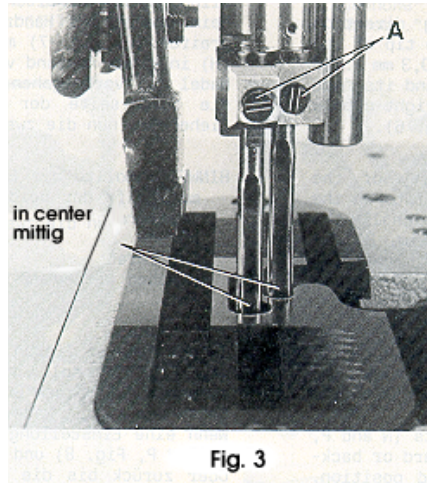
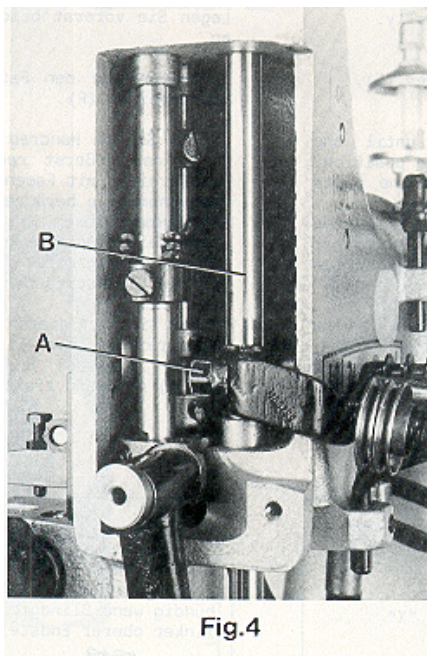

Fig. 3
Fig. 4
Before adjusting the machine insert a new set of needles with the shank as far as possible into the needle holder. The long groove of the needles must point to the front (towards the operator). Tighten the set screws (A, Fig. 3) on the tapered fastening flats of the needle shanks.
Remove the face cover and the finger guard left on the machine head as well as the upper feed dog and the presser foot. Rotate handwheel in operating direction and check if the needles center in the associated needle holes of the throat plate (see Fig. 3). If not loosen clamp screw (A, Fig. 4) in the needle bar connection and turn the needle bar (B) accordingly. Retighten screw (A.).
If an adjustment is necessary loosen clamp screw (A, Fig. 4) in the needle bar connection and move the needle bar (B) up or down, as required. Care should be taken not to disturb the alignment of the needle bar when making this adjustment. Retighten clamp screw.
Setzen Sie vor dem Einstellen der Maschine einen Satz neuer Nadeln so ein, daß der Nadelkolben oben im Nadelhalter anstößt und die lange Rinne der Nadeln nach vorne (zur Bedienungsperson) zeigt. Ziehen Sie die Gewindestifte (A, Fig. 3) auf der konischen Befestigungsfläche am Nadelkolben fest.
Entfernen Sie den Abschlußdeckel und den Fingerschutz links am Maschinenkopf, sowie den Obertransporteur und den Drückerfuß. Drehen Sie das Handrad in Nährichtung und prüfen Sie, ob die Nadeln mittig in die zugehörigen Stichlöcher der Stichplatte einstecken (siehe Fig. 3). Wenn nicht, lösen Sie die Klemmschraube (A, Fig. 4) im Nadelstangenmitnehmer und drehen die Nadelstange (B) entsprechend. Ziehen Sie die Schraube (A) wieder an. **HINWEIS:** Zum Ausrichten der Nadelstange kann anstelle der Stichplatte die Testplatte Nr. 040 37006 0000 verwendet werden. Die Testplatte ist gegen zusätzliche Bestellung und Berechnung lieferbar.
Ist eine Einstellung notwendig, lösen Sie die Klemmschraube (A, Fig. 4) im Nadelstangenmitnehmer und schieben Sie die Nadelstange (B) entsprechend nach oben oder unten. Beachten Sie, daß bei dieser Einstellung die Ausrichtung der Nadelstange nicht verändert wird. Ziehen Sie die Klemmschraube wieder an.